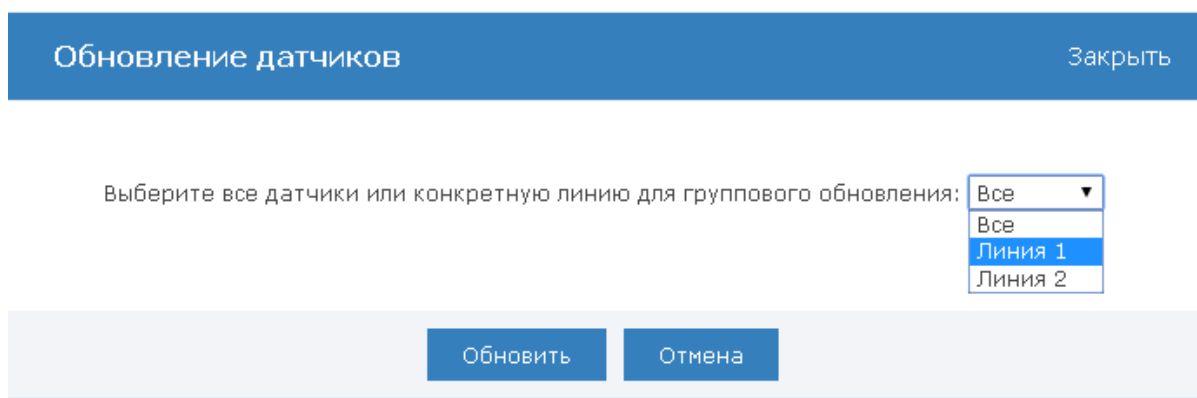

Рисунок 9.48 — Окно обновления датчиков
3. В отобразившемся окне (рисунок 9.48) укажите, требуется ли обновить параметры всех датчиков или только датчиков выбранной линии. Нажмите на кнопку **Обновить**.